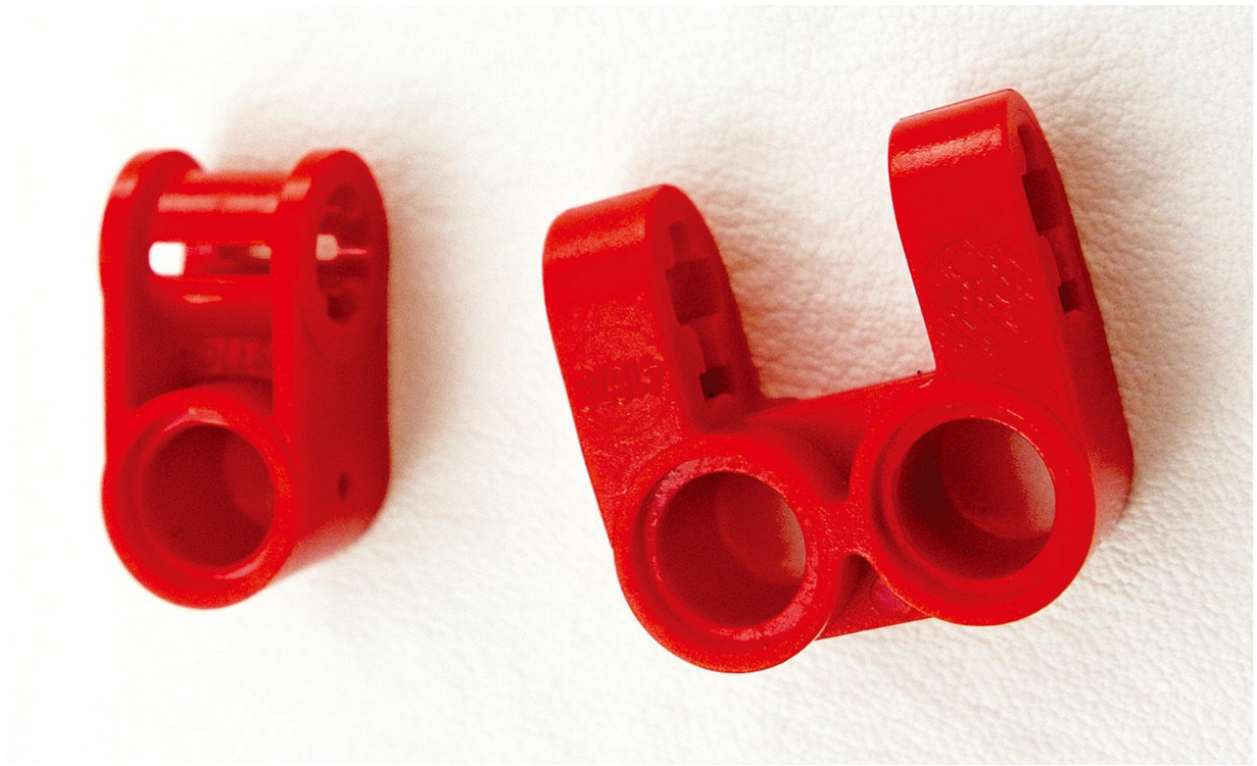

图6.26 我们用这些配件可以制造出一个在底部的销孔
**6.** 在这个机器人上并没有位于中央的开口向下的销孔，因此我们需要自己动手丰衣足食。首先，找两个交叉转换块，如图6.26所示。